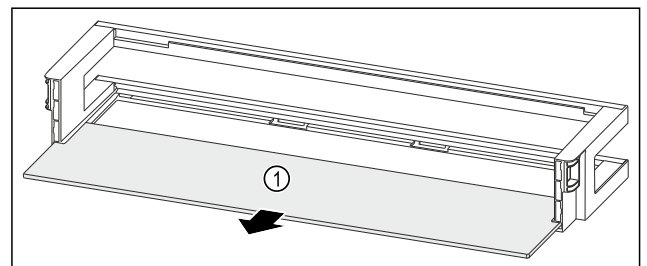

Fig. 139 Balconcino controporta con ripiano
- Rimuovere il ripiano Fig. 139 (1).